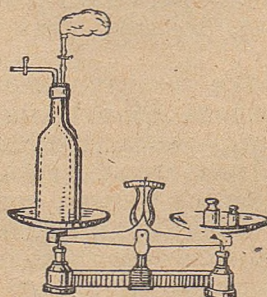
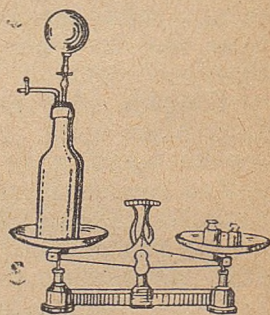

Рис. 112.
Рис. 113.
16. Весаёз вылын уравновеситёма бутылка, кода пытшкын эм жмитём воздух. Бутылка пробкаын стекляннóй трубка, вевдёрись конёас кодалён көрталёма резиновóй шарлён оболочка (рис. 112). Кольчасё я равновесиёын весаёз, ежели бутылкыёс воздухыё мымдакó вуджас оболочкаб да пöльтас сйё (рис. 113)?